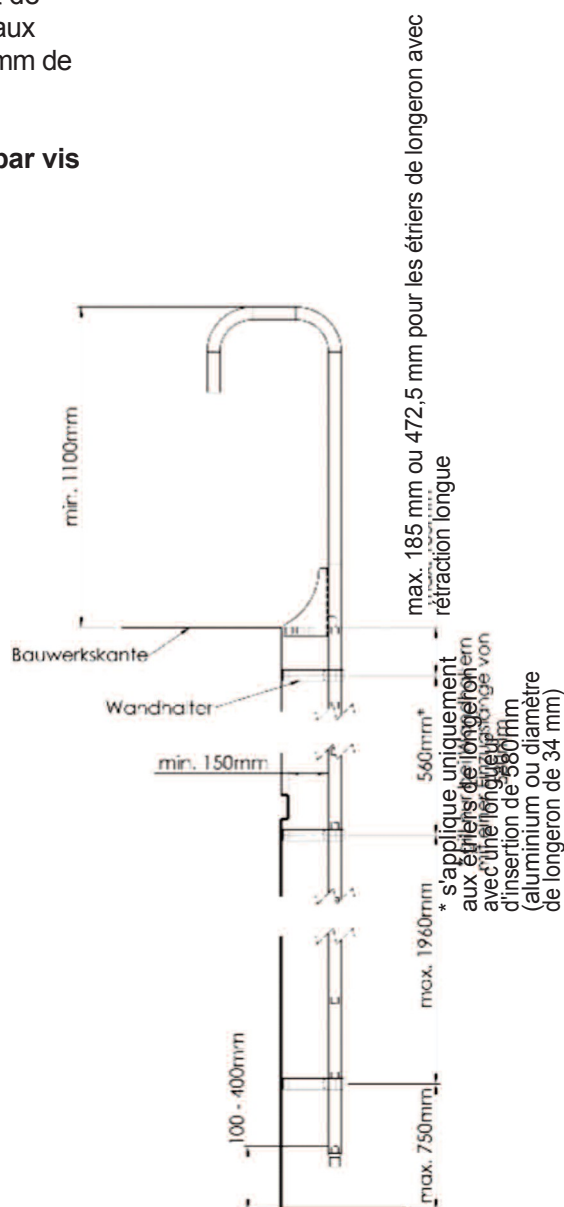

Fig. 25
Selon les normes et les prescriptions en vigueur, les échelles à deux montants doivent être munies de dispositifs de retenue à leur point de sortie. Pour le montage des étriers de montants, il faut tenir compte de trois ou quatre dimensions principales (fig. 25) :
- la distance entre le bord de l'ouvrage et l'extrémité de la lisse (longueur utile) doit être d'au moins 1100 mm (fig. 25).
Des plaques de pied sont nécessaires en cas d'utilisation de fixations murales trop longues, supérieures à 400 mm, et en cas de montage d'une protection contre les chutes. S'il n'est pas possible d'amener l'échelle jusqu'au sol, il est également possible de monter une paire de tirants ou une fixation murale renforcée sur les fixations murales les plus basses. Le tube des plaques d'appui peut être raccourci lors du montage, ce qui permet d'adapter la hauteur de l'échelle. Il convient de respecter la cote de marche du premier échelon prescrite par la norme (fig. 25) ! Les plaques de pied doivent être solidement fixées au sol et ne doivent pas seulement se relever. Pour les plaques de pied 0529 1610 00 pour échelles standard, l'extrémité du montant rétractée est insérée dans le tube de la plaque de pied.